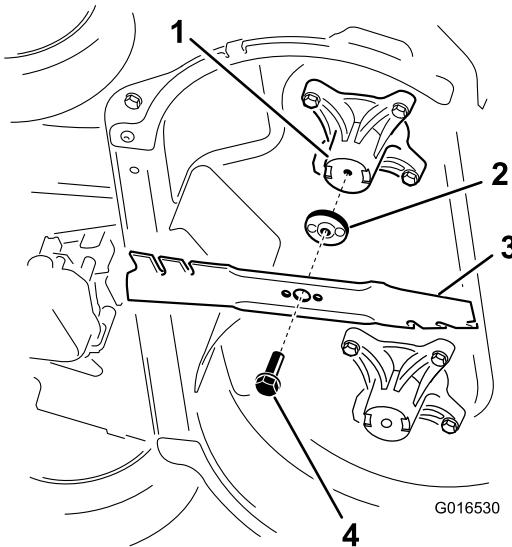

Figura 37
2. Rimuovete ogni lama come mostrato in Figura 37.
1. Montate la prima lama in posizione orizzontale, usando la bulloneria di montaggio come mostrato in (Figura 37).